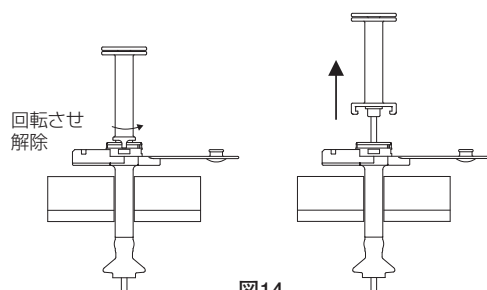

図14
7. オブチュレータを回転させ、ボタンとの固定を解除したのち、オブチュレータを抜去する。(図14)